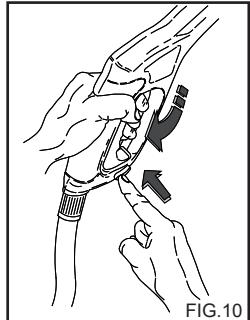

FIG. 10
- Lukitse laitteen varressa oleva turvalaitte silloin, kun laitetta ei käytetä. (fig. 10).